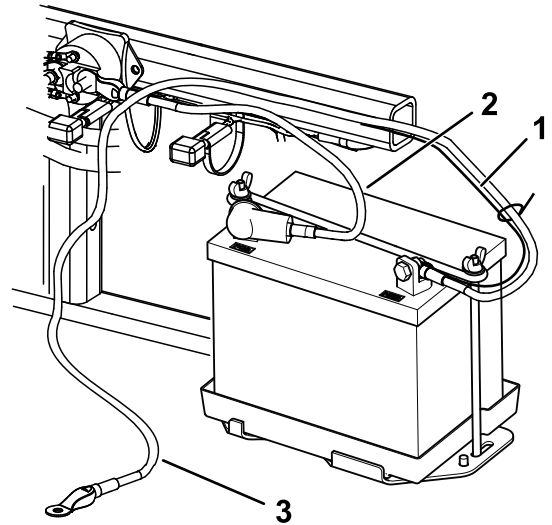

图 6
2. 用螺栓 1/4 x 5/8 英寸和锁紧螺母将正极接线红色固定到正极+端子图 6。
3. 用螺栓 1/4 x 5/8 英寸和锁紧螺母 1/4 英寸将小黑色接线和负极接线黑色固定到电池的负极-端子图 6。